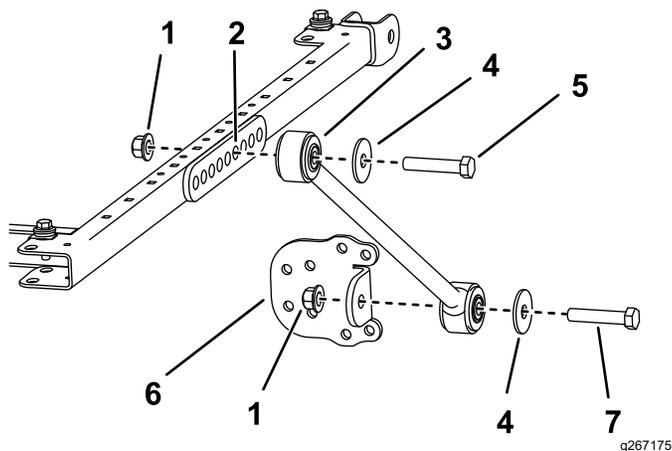

Figura 24
9. Su ciascun lato del telaio del parasole montate, senza serrarlo, un supporto di ancoraggio sul sesto foro della sua staffa di montaggio con un bullone ($\frac{1}{2}'' \times 2\frac{3}{4}''$), una rondella ($\frac{1}{2}''$) e un dado flangiato ($\frac{1}{2}''$), come illustrato nella Figura 24.
bullone ($\frac{1}{2}'' \times 2\frac{1}{2}''$), una rondella ($\frac{1}{2}''$) e un dado flangiato ($\frac{1}{2}''$), come illustrato nella Figura 24.